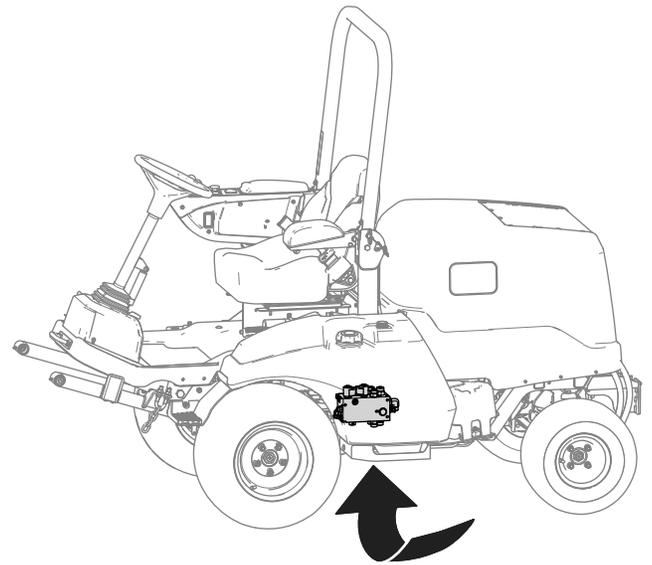

図 23
3. マシン下部にある昇降マニホールドを探し出す 図 23。